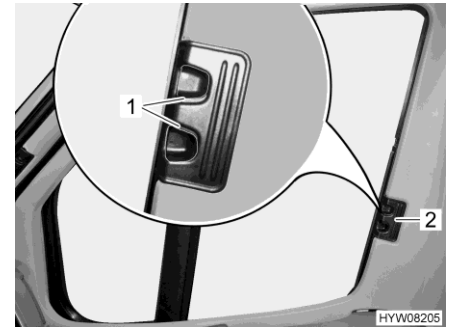

Fig. 34 Tendina oscurante pieghevole per il finestrino del conducente/passeggero
- Inserire fino all'arresto le tendine oscuranti pieghevoli per il finestrino del guidatore e del passeggero per la maniglia (Fig. 34,2).
- Fare innestare le maniglie di sbloccaggio (Fig. 34,1).